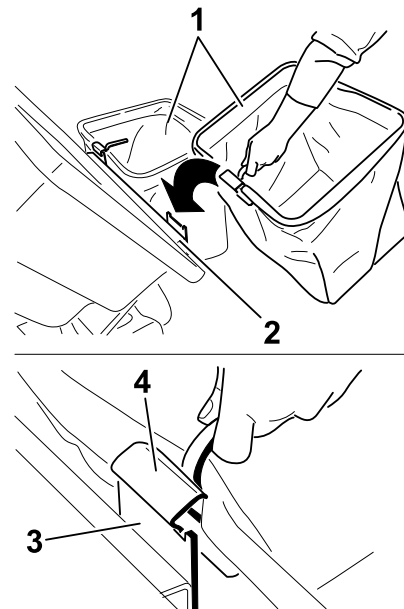

Figura 30
5. Instale las bolsas, colocando el enganche del bastidor de cada bolsa sobre los soportes de retención (Figura 30).